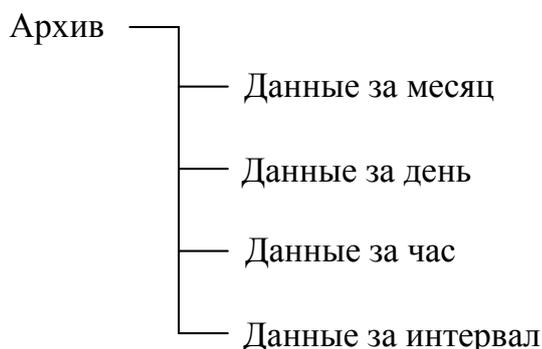

Рисунок 4
2.7.18 Пункт меню «**Архив**» предназначен для быстрого просмотра суммарных значений расхода за предыдущие 12 месяцев (рисунок 4).